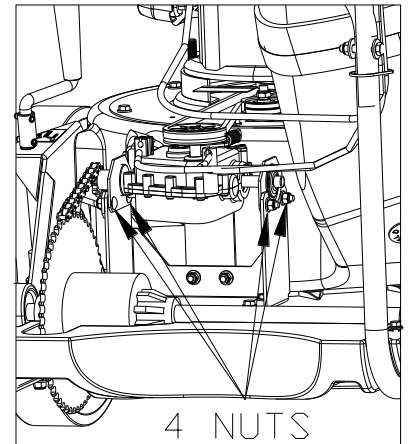

Fig. 20
10. Du skal nu løsne de 4 møtrikker, som holder lejekonsollen på plads (se fig. 20, foregående side), skub den en smule fremad for at stramme kæden og tilbage for at løsne den. Stram de 4 møtrikker igen og tjek kædens indstilling på ny. Gentag om nødvendigt dette trin.